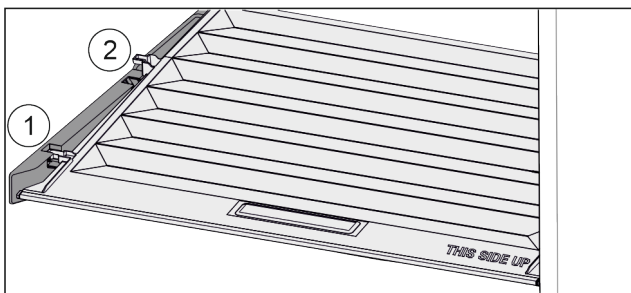

Fig. 73
- ▶ Tirare in avanti il coperchio fino all'apertura nei fermi Fig. 73 (1).
- ▶ Sollevare posteriormente dal basso e togliere verso l'alto Fig. 73 (2).